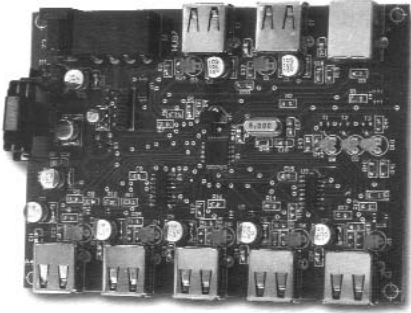

рис.4
**Марчин Вонзана** изготовил **7-портовый hub USB** (Elektronika Praktyczna 11/2003), с помощью которого можно увеличить количество портов интерфейса USB. Внешний вид устройства показан на **рис.4**. В устройстве имеется один порт для подключения hub к компьютеру и 7 портов для различных устройств, использующих интерфейс USB.